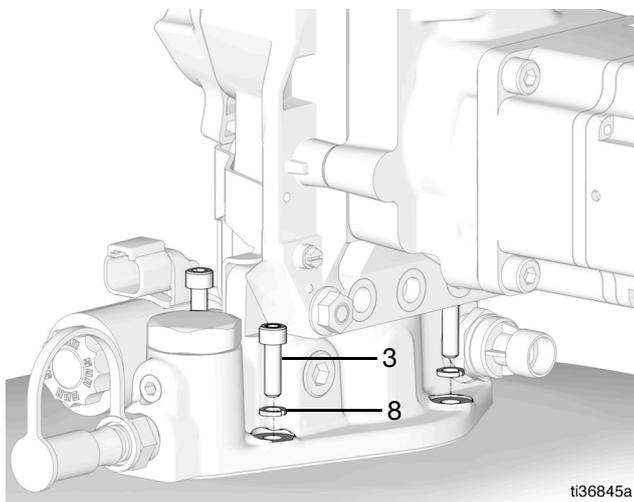

FIG. 9
9. Alignez les quatre rondelles (8) et les quatre vis (3) sur la pompe, le joint d'étanchéité et le couvercle (FIG. 9). Utilisez une clé pour bien serrer.